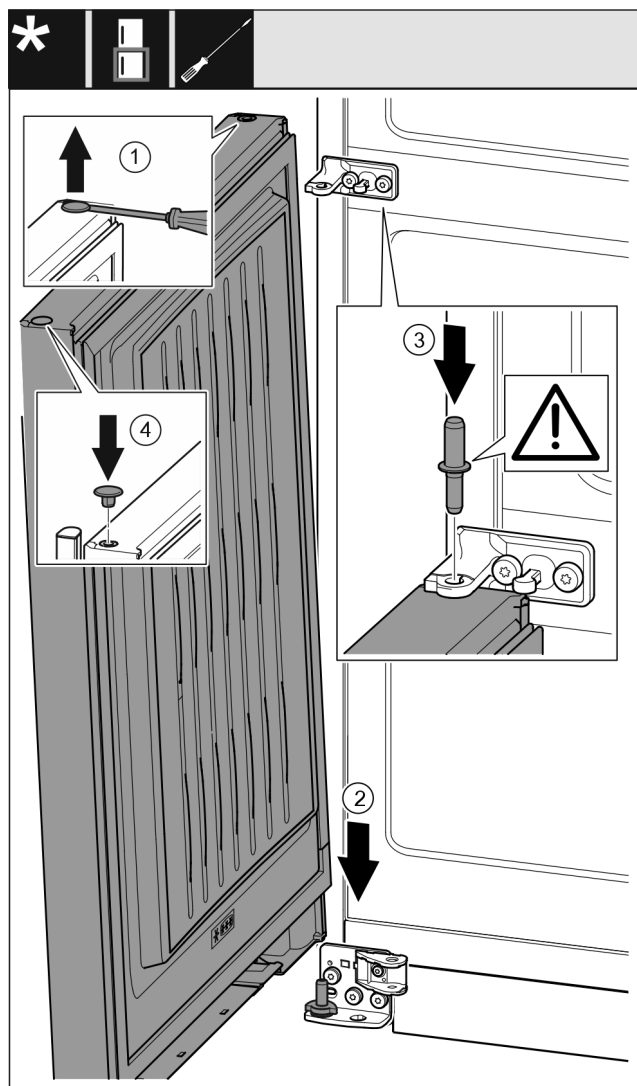

Fig. 57
- Paceliet uzmanīgi ar plakano skrūvgriezi un izvelciet ārā aizbāzni Fig. 57 (1).
- Uzlieciet durvis Fig. 57 (2) no augšas uz apakšējās gultņa tapas.
- Ievietojiet vidējo gultņa tapu Fig. 57 (3) vidējā gultņa balstā apakšējās durvis. Uzmaniet, lai fiksācijas izcilnis būtu vērsts virzienā uz aizmuguri.
- Ievietojiet atpakaļ aizbāzni Fig. 57 (4) otrā durvju pusē.